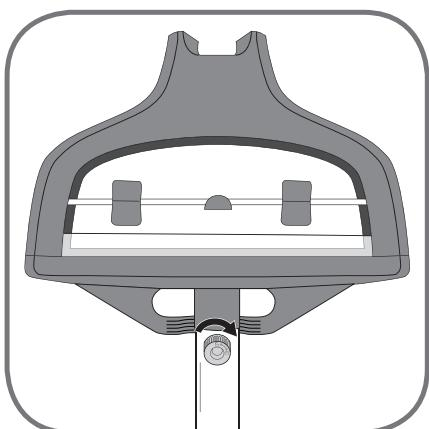

fig. 9
4. Remettez la vis et revissez jusqu'au bout afin que le cintre soit solidement fixé au mât (fig. 9).